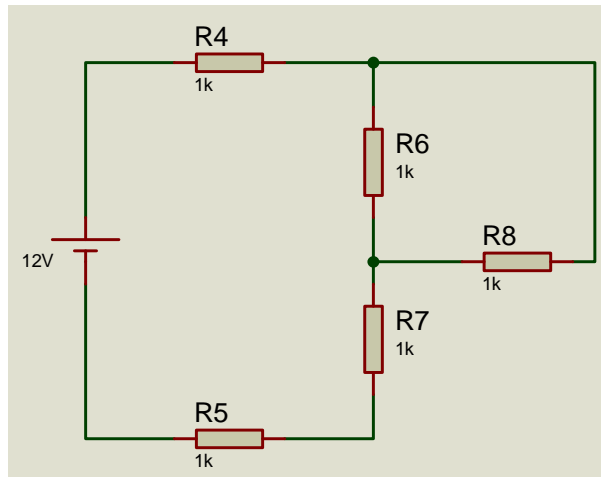

Figura 2
2) Para el circuito de la figura 2 haga lo siguiente: